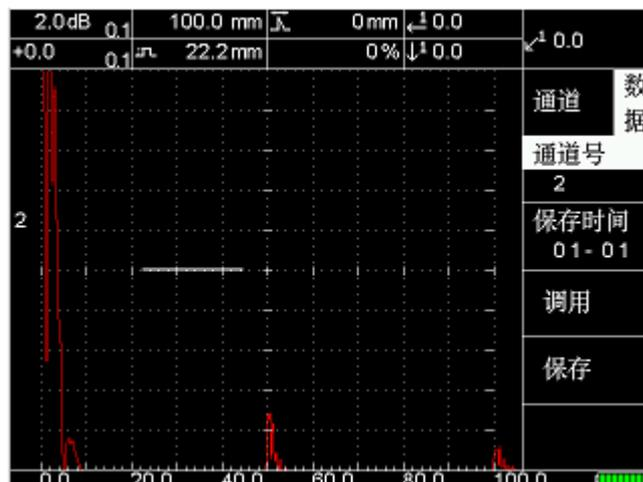

图 7-12
- (1) 按【数据】-【D】键进入，进入图 7-12。
- (2) 按【A】通道号反显，按【调节键】选择通道号(0-9)。
- (3) 按【D】保存。